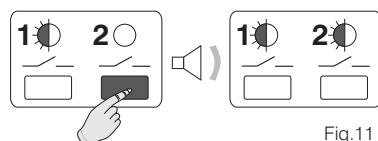

Fig.11
- Maintenir la **touche 2** enfoncée jusqu'à l'émission d'un seul signal sonore, puis la relâcher. Les deux LED clignotent. Le **canal 2** est prérglé pour être asservi au **chronothermostat "Master"** (fig. 11).